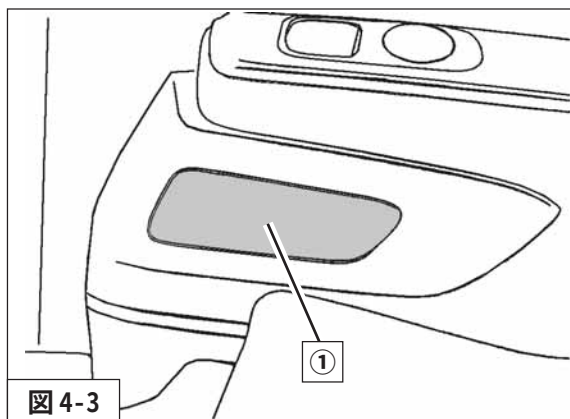

図 4-3
5. ①リアのカバーを車両に取付けてください。（図 4-3）